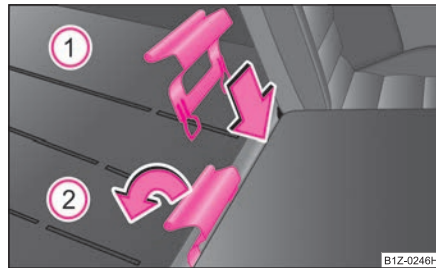

Fig. 112 Suport pentru fixare
- Introduceți suportul în fanta dintre spătarul rabatat și perna de șezut al scaunului din mijloc și rabatați-l în poziție orizontală ⇒ fig. 112.